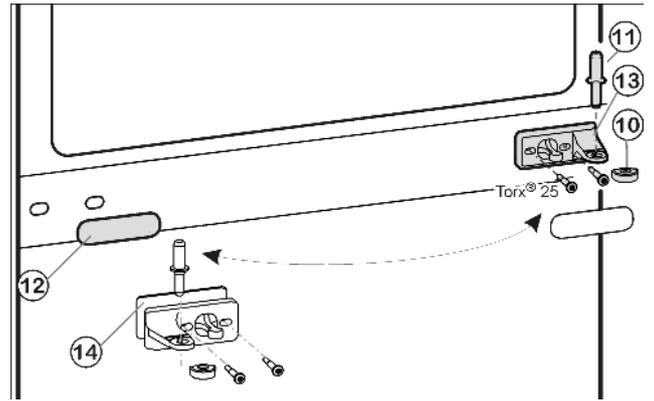
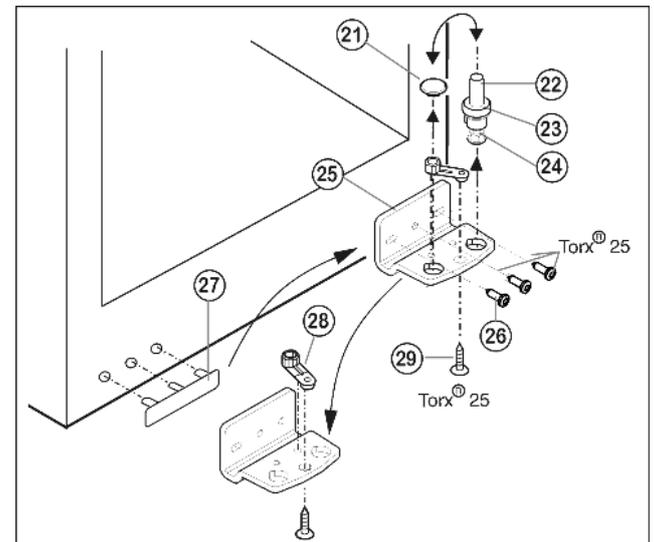

Fig. 8
Fig. 9
- ▶ Витягніть середній опорний гвинт Fig. 8 (11) з опорного кронштейна та нижніх дверцят.
- ▶ Зніміть пластмасовий ковпачок Fig. 8 (10).
- ▶ Викрутіть Fig. 8 (13) опорний кронштейн посередині (2 шт. Torx® 25).
- ▶ Обережно зніміть покриття Fig. 8 (12).
- ▶ Прикрутіть Fig. 8 (13) середній опорний кронштейн із підкладкою Fig. 8 (14), на новий бік шарніра, повернувши на 180° (з моментом 4 Нм).
- ▶ Зафіксуйте покриття Fig. 8 (12) на новому боці розташування ручок, повернувши на 180°.
- ▶ Зніміть, потягнувши догори, опорний гвинт Fig. 9 (22) у комплекті, разом з шайбою Fig. 9 (23) та установочною ніжкою Fig. 9 (24).
- ▶ Зніміть Fig. 9 (21) пробку.
- ▶ Відгвинтіть Fig. 9 (26) опорний кронштейн Fig. 9 (25).
- ▶ Відкрутіть Fig. 9 (29) опорну деталь Fig. 9 (28) і вставте в протилежний отвір опорного кронштейну, знову пригвинтіть.
- ▶ Обережно зніміть кришку з боку ручки Fig. 9 (27) і переставте на протилежний бік.
- ▶ Пригвинтіть опорний кронштейн Fig. 9 (25) на новий бік шарніра (з моментом 4 Нм). За потреби використовуйте викрутку з акумулятором.
- ▶ Знову вставте пробку Fig. 9 (21) в отвір, що залишився вільним.
- ▶ Встановіть на місце опорний гвинт Fig. 9 (22) у комплекті, разом з шайбою та установочною ніжкою. При цьому виступ фіксатора повинен бути спрямований назад.
- ▶ Встановіть дверцята згори на нижній опорний гвинт *Fig. 9 (22)*.
- ▶ Знову встановіть пластмасовий ковпачок *Fig. 8 (10)* на середній кронштейн *Fig. 8 (13)*.
- ▶ Встановіть середній опорний гвинт *Fig. 8 (11)* на новий бік шарніра за допомогою середнього опорного кронштейна *Fig. 8 (13)* в нижні дверцята.
- ▶ Встановіть верхні дверцята на середній опорний гвинт *Fig. 8 (11)*.
- ▶ У разі необхідності за допомогою двох довгастих отворів на опорному кронштейні знизу *Fig. 9 (25)* та середньому опорному кронштейні *Fig. 8 (13)* встановіть дверцята на одній осі з корпусом. Для цього викрутіть середній гвинт на нижньому опорному кронштейні *Fig. 9 (25)*.